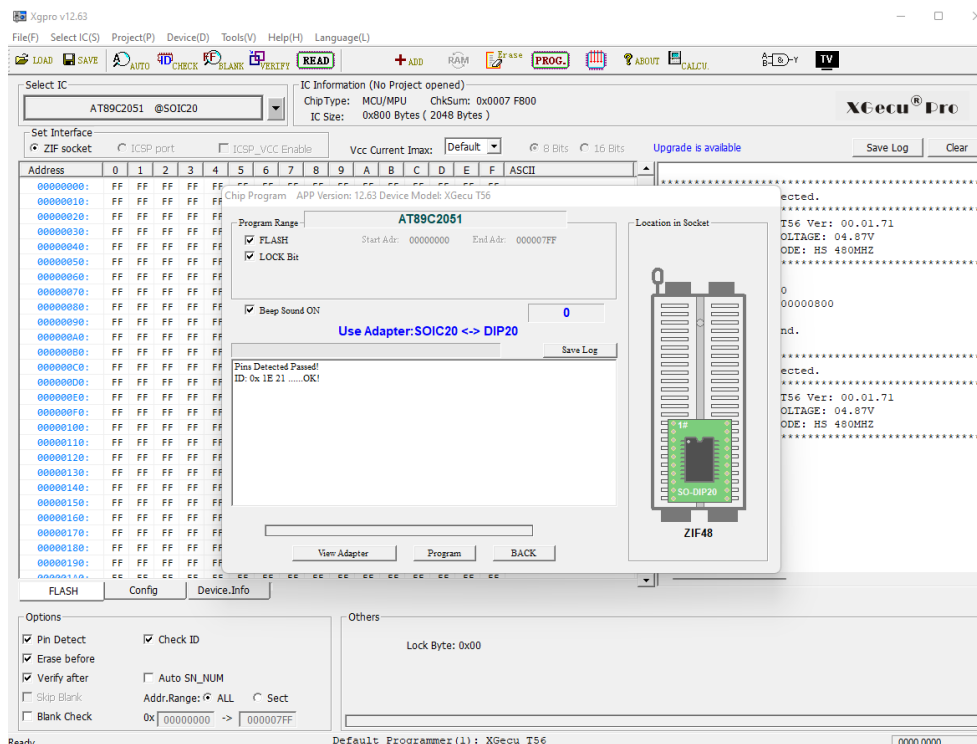

Рисунок 7 – Программирование микросхемы в программе Xgpro
3.4 Загрузка встроенного ПО в микросхему (рисунок 7) производится в следующем порядке: